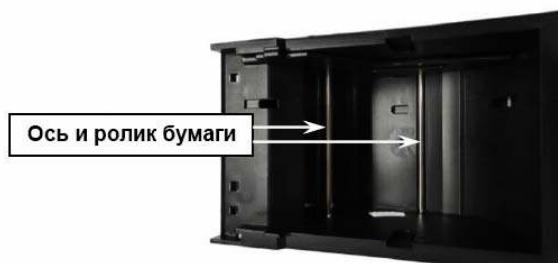

Рисунок 22 Ось и ролик бумаги
2. Снимите Ось и ролик бумаги (Рисунок 22)